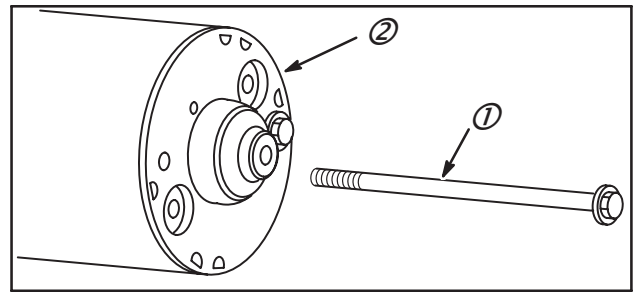

Fig. 34
5. Déposer les deux vis longues (1) du démarreur, Fig. 34, et chaque couvercle (2) du corps.